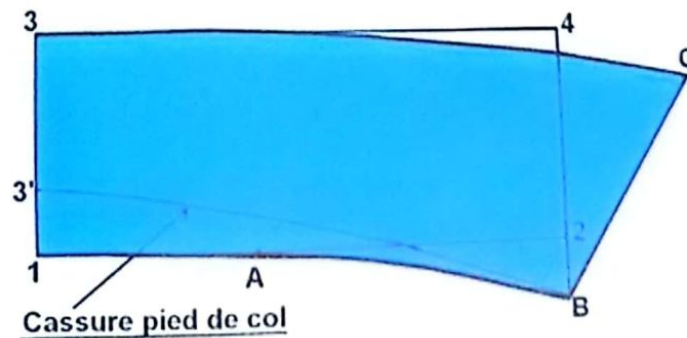

FIG. 1
- C-3 = joignez les 2 points en courbe comme indiqué sur le schéma (fig.1).
- 1-3'-3-C-B-A-1 = contour du col rabattu (fig.1).